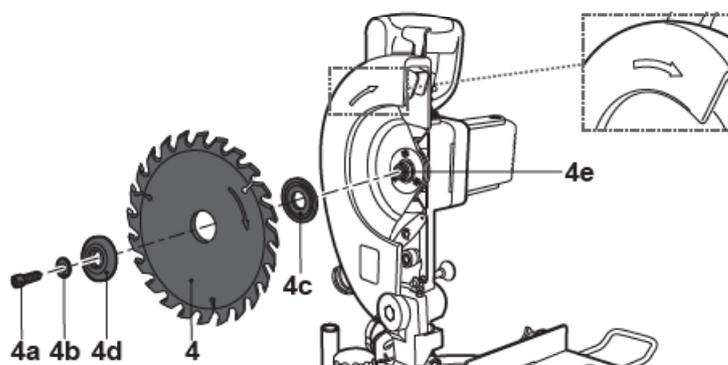

Fig. 43
- > Enlevez le boulon de la lame [4a], la flasque de serrage [4b], la rondelle extérieure [4d], la lame [4] et la rondelle intérieure [4c] (Fig. 43).